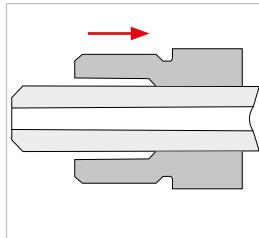

Figure 1
- Vissez la vis de pression sur le tube nettoyé (*Figure 1*).